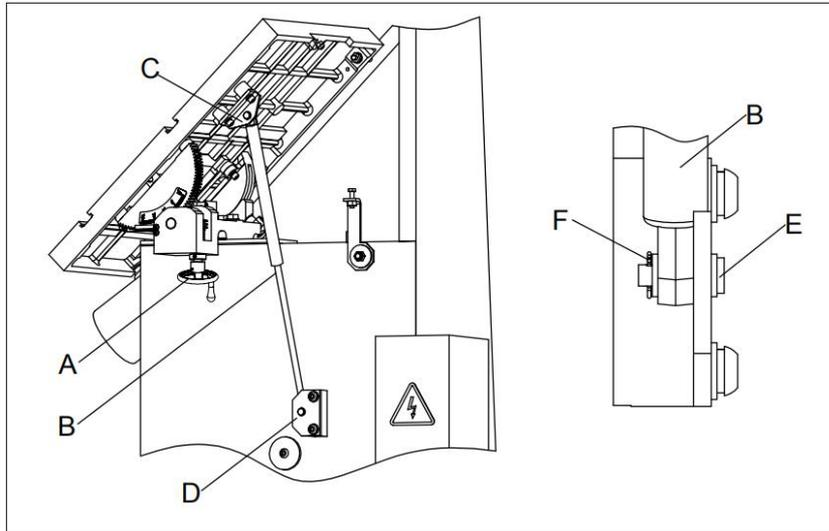

Abb. 5
5.3 Feder-Montage (Abbildung 5.)